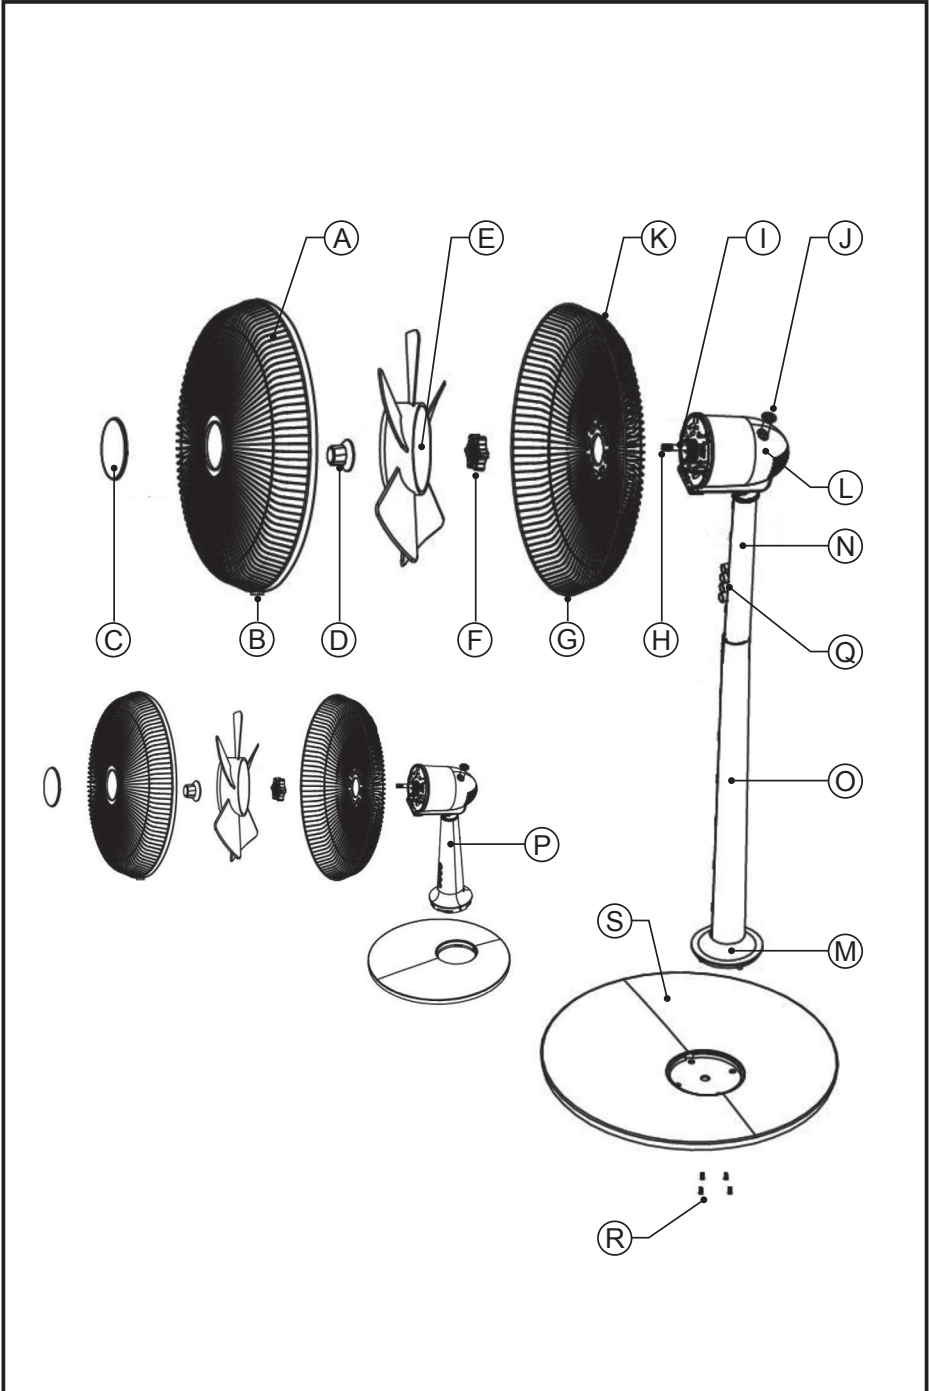

Fig.1
- Introducir el tubo inferior (O) en el orificio de la base (S) insertando la pestaña (M) del tubo en la hendidura del orificio de la base (Fig. 1).
- Atornillar la pestaña (M) del tubo con la base (Fig. 1).